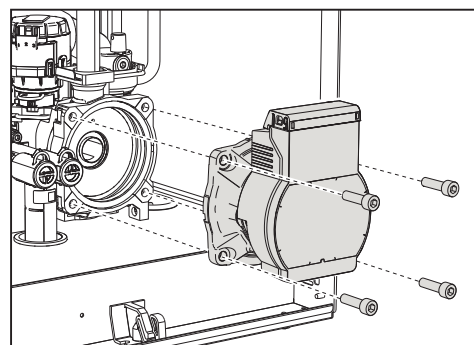

fig. 39
- Desatornille y extraiga el grupo motor del circulador (fig. 39).